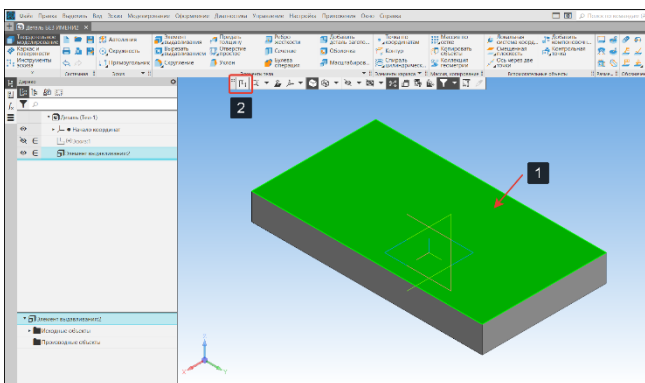

Рисунок 53 -Плоскость построения
- Подсветим плоскость, на которой будет создан эскиз (1) (плоскость загорится зеленым цветом), вызовем команду Создать эскиз (2) (Рисунок 53);